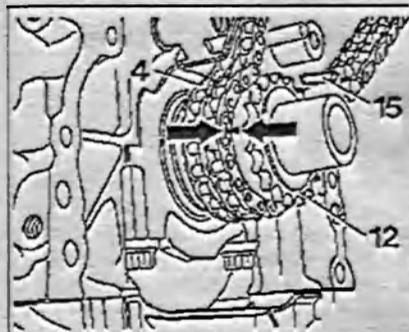

Рис. 4.24. Пометьте расположение цепи 4 и звездочки 12 относительно друг друга (стрелка).
- пометьте расположение цепи 4 и звездочки 12 относительно друг друга (стрелка) (рис. 4.24). Снимите сегментную шпонку 15;